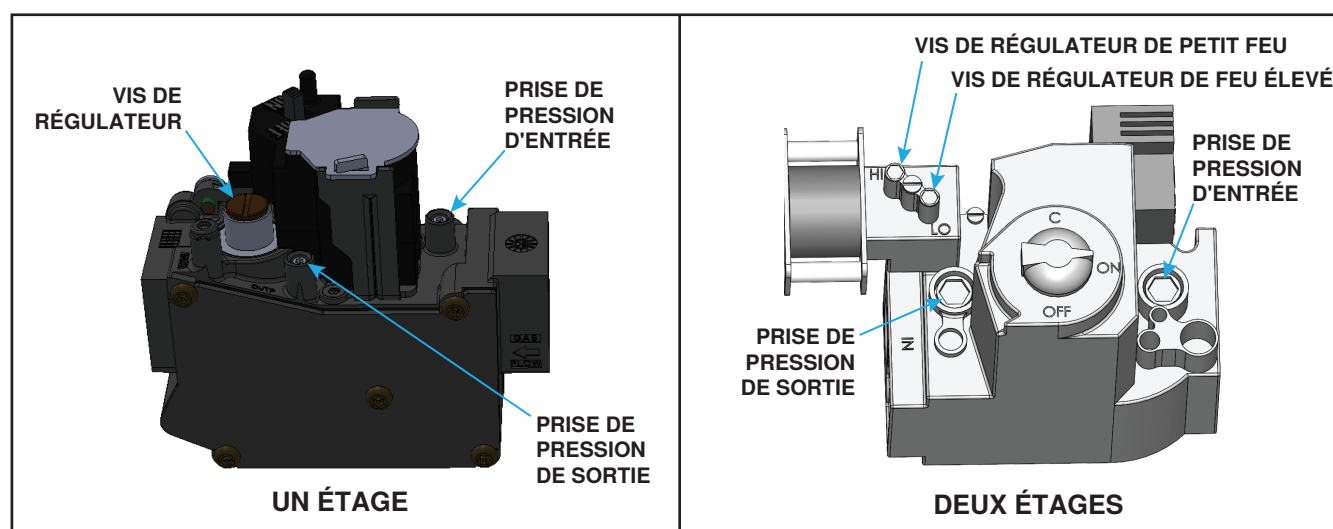

Figure 39. Valve de gaz combiné
3. Connectez le manomètre à la prise de pression de sortie de la vanne de gaz combinée (voir Figure 39).
- Observez la jauge du manomètre pour mesurer la pression de sortie de la valve de gaz. Si la lecture du manomètre indique que la pression de sortie de la valve n'est pas conforme au **Tableau 17**, retirez le capuchon de la ou des vis du régulateur (voir **Figure 39**) et ajustez la pression en tournant la vis du régulateur vers l'intérieur (sens des aiguilles d'une montre) pour augmenter la pression ou vers l'extérieur (sens contraire aux aiguilles d'une montre) pour réduire la pression.